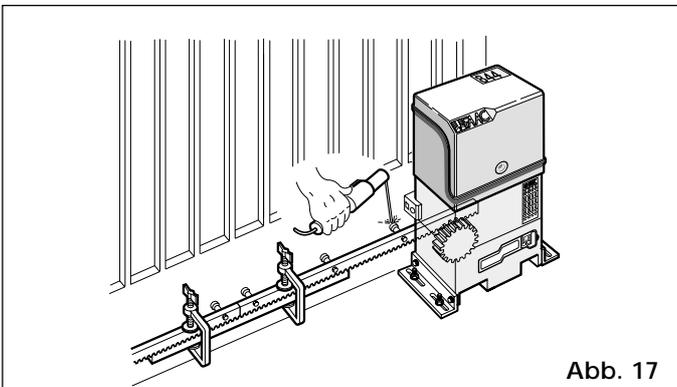

Abb. 17
- 5) Ein weiteres Zahnstangenelement an das vorhergehende Element ansetzen, wobei ein Zahnstangenabschnitt gem. Abb. 17 für die richtige Verzahnungsfolge der beiden Elemente zu verwenden ist.
- Zur Einstellung des richtigen Verzahnungsspiels zwischen Ritzel und Zahnstange den Getriebemotor nach Einbau der Zahnstange mit den Stellfüßen (Abb. 17) um ca. 1,5 mm absenken.